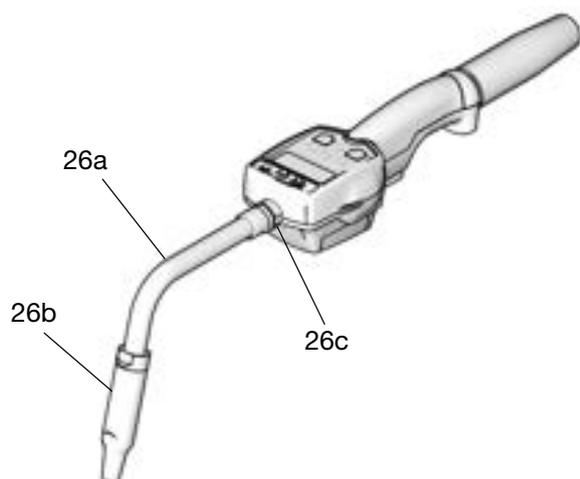

ABB. 6
1. Schrauben Sie die Dichtungsmutter (26c) in die Verlängerung (26a) (ABB. 6).
2. Schrauben Sie die Verlängerung mindestens drei volle Umdrehungen in den Auslass des Zählers, bis sie fest angezogen ist (ABB. 6).